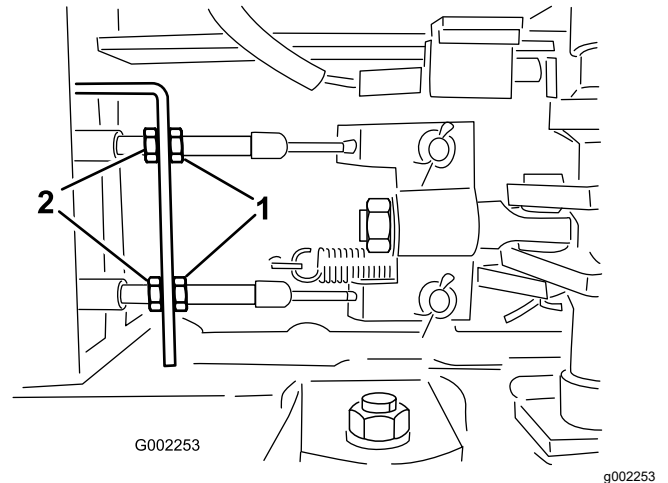

Figure 137
5. Afloje las contratuercas delanteras de los cables de freno, debajo del extremo delantero del fumigador (Figure 137).
6. Apriete las contratuercas traseras en la misma cantidad hasta que el pedal de freno recorra entre 1 a 2 cm antes de que se note resistencia (Figure 137).